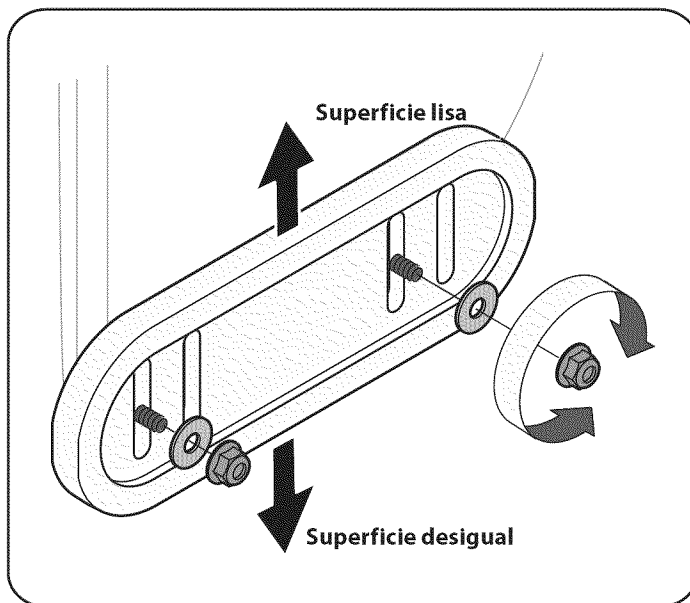
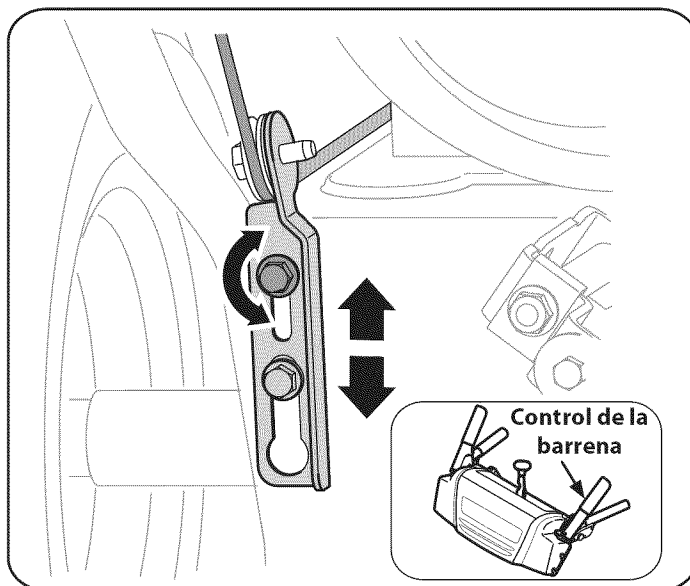

Figura 13
Figura 14
1. Afloje las cuatros tuercas hexagonales (dos en cada lado) y los pernos del carro. Mueva las zapatas antideslizantes a la posición deseada. Vea la figura 13.
1. El control de la barrena se encuentra en el mango izquierdo. Consulte la Figura 13 el recuadro. Cuando se suelta el control de la barrena y está en posición desengranada arriba, el cable debe tener muy poco juego. NO debe estar tenso.
4. Deje la barrena engranada durante aproximadamente diez (10) segundos antes de soltar el control de la barrena. Repita esta operación varias veces.
8. Ubique la ménsula hacia arriba para brindar más juego (o hacia abajo para aumentar la tensión del cable). Vea la figura 14.